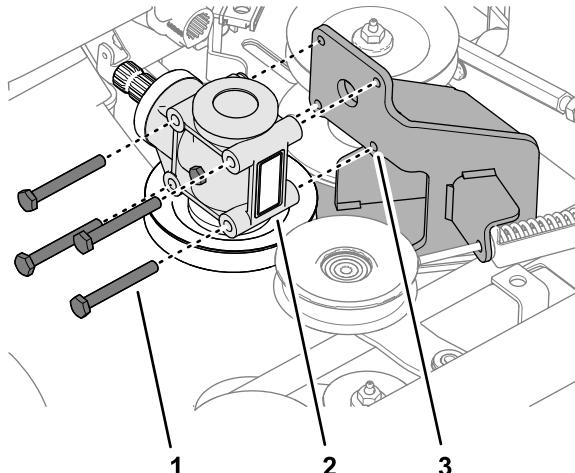

Bild 118
2. Entfernen Sie die vier Schrauben, mit denen das Mähwerkgetriebe an der Getriebestütze befestigt ist (Bild 118).
1. Fluchten Sie die Löcher im Mähwerkgetriebe mit den Löchern in der Getriebestütze aus, siehe Bild 118 in Entfernen des Getriebes (Seite 82).